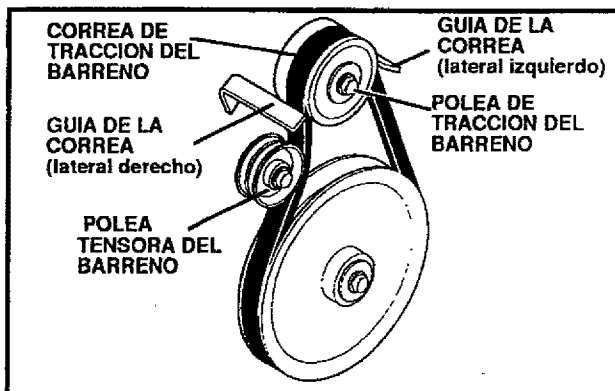

FIG. 5
- Afloje las guías de la correa (Vea la FIG. 5) y aléjelas de la polea de tracción del motor.